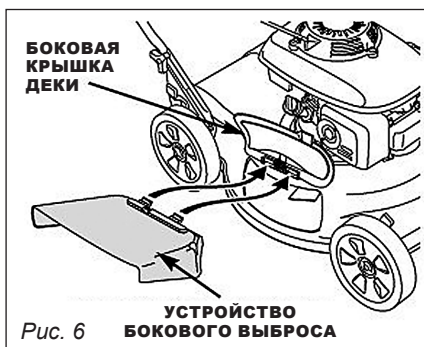

Рис. 6
5. Для установки бокового выброса поднимите боковую крышку деки и установите устройство бокового выброса (рис. 6).